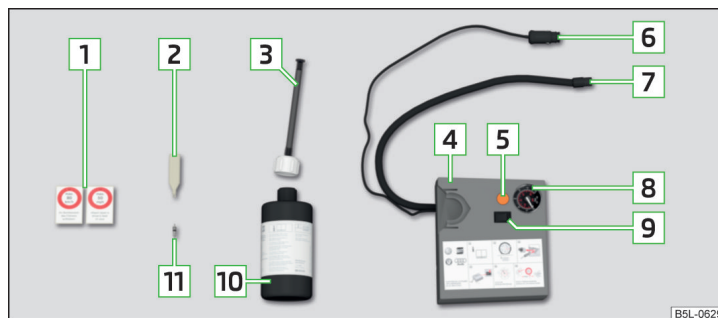

Fig. 349 Description du kit de réparation
- Placez l'extracteur de valve  » *fig. 349 à la page 315* sur l'élément de valve, de manière à ce que l'élément de valve entre dans la fente de l'extracteur de valve.
- Vissez fermement le flexible de gonflage des pneus  » *fig. 349 à la page 315* sur la valve du pneu.